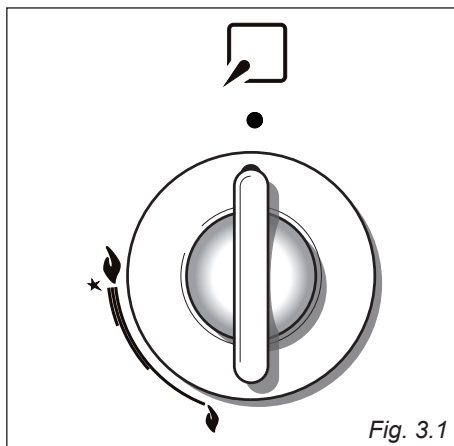

Fig. 3.1
L'afflusso del gas ai bruciatori è regolato da un rubinetto valvolato comandato dalla manopola di fig. 3.1.
- √ L'accensione elettrica è incorporata nelle manopole dei bruciatori e si identifica per il simbolo  vicino al simbolo  (fig. 3.1).